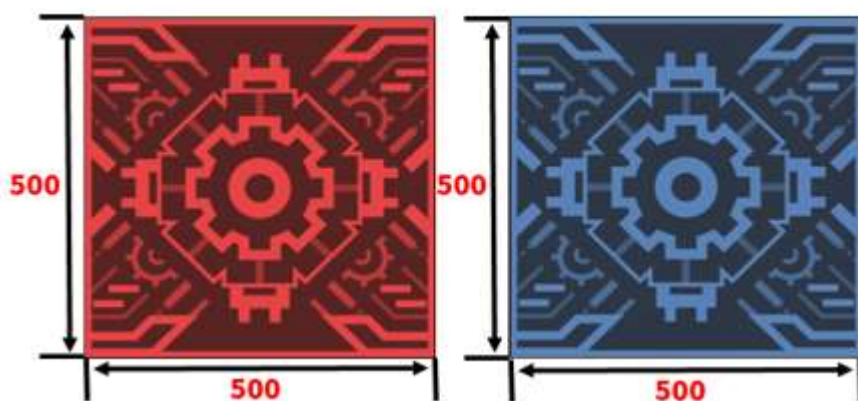

图 3.4 启动区示意图
(1)启动区：启动区是自动阶段和全力一搏阶段开始前机器人放置的区域，位于场地的四个角落，尺寸为 500mm * 500mm，如图 3.4 所示。